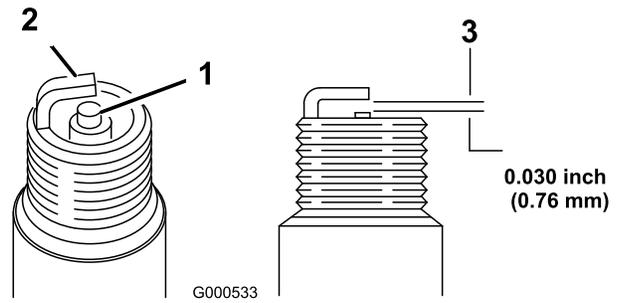

Figure 42
5. Réglez l'écartement des électrodes à 0,76 mm (0,030") (Figure 42).